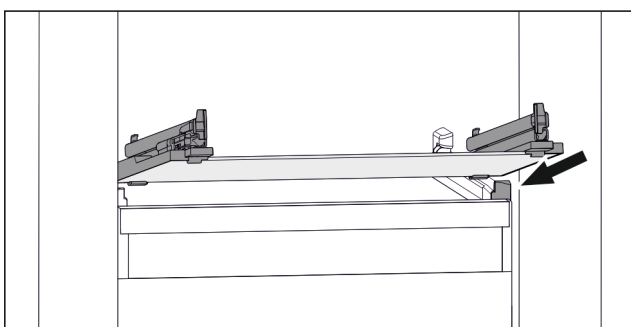

Fig. 119 Primjerni prikaz staklene ploče
- ▶ Stavite ladicu ukoso iza zaustavljača. (pogledajte Fig. 119)